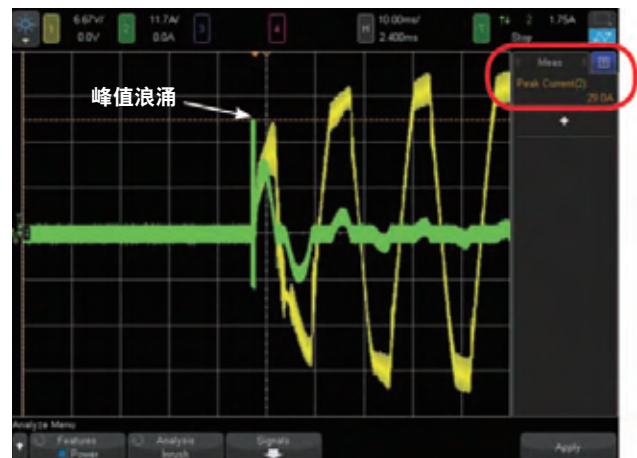

图 14: 浪涌电流测量。
12. 重复数次,以获得最极端条件下的峰值浪涌电流,如图 14 所示。